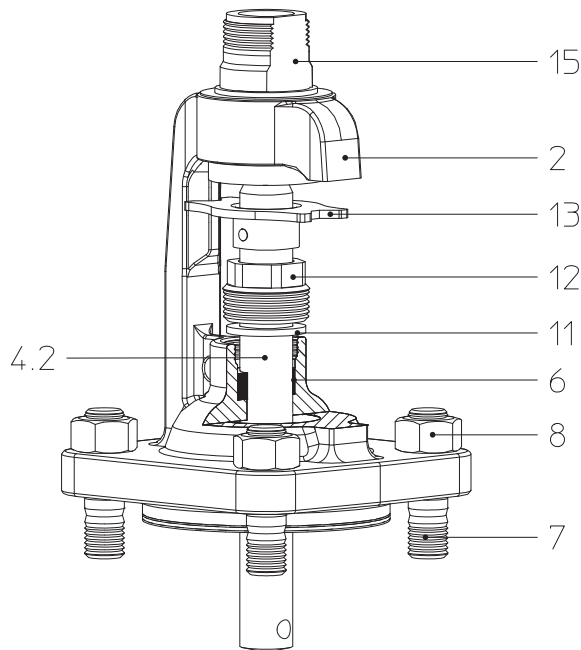
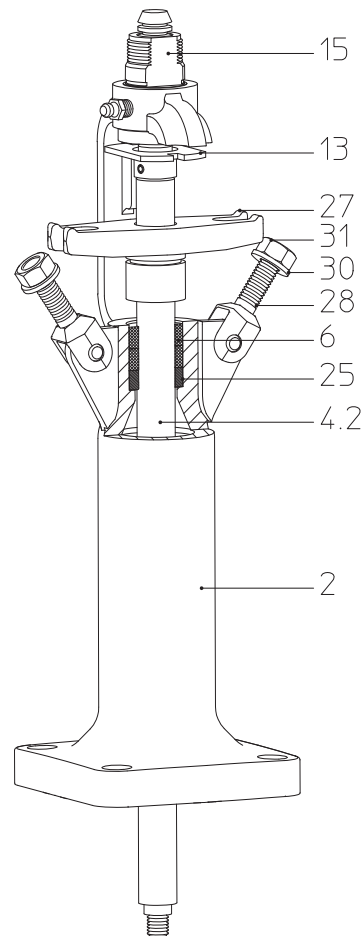

Fig. 10 FABA®-Plus:
Fig. 11 FABA®-Supra / FABA®-LA:
La parte superior deberá renovarse (Fig. 10). La parte superior deberá renovarse!
Cuando se produzcan pérdidas de estanqueidad en el vástago (pos. 4.2) y se emplee el prensaestopas de seguridad, apretar la junta de prensaestopas (pos. 6) gradual y uniformemente con las tuercas hexagonales, (pos. 31) hasta obtener la estanqueidad. (Fig. 11). La parte superior deberá renovarse!
Unión por tornillos (Pos. 12; Fig. 10) suelta	Apretar la unión por tornillos (Pos. 12; Fig. 10) hasta obtener la estanqueidad; renovar la parte superior lo más rápidamente posible
Dado el caso, volver a empacar la junta de prensaestopas (pos.6) obsérvense las indicaciones de advertencia (Fig. 11 - Fig. 10)